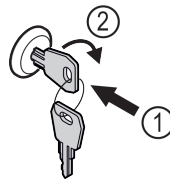

Fig. 162
- ▶ Schlüssel hineindrücken. Fig. 162 (1)
- ▶ Schlüssel um 90° im Uhrzeigersinn drehen. Fig. 162 (2)